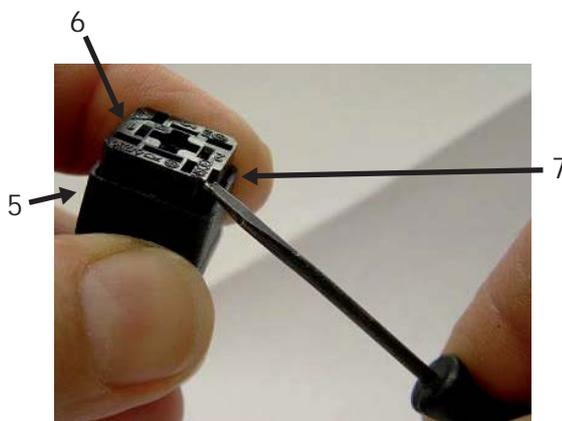

Рис. 20 Удаление клеммного блока
- d. Вставив в крепежное отверстие маленькую отвертку (7), вытолкните клеммный блок (6) из наружного корпуса (5) (рис. 20).
- g. Плотно вставьте клеммный блок (6) в наружный корпус (5) (рис. 20), пока не раздастся щелчок.